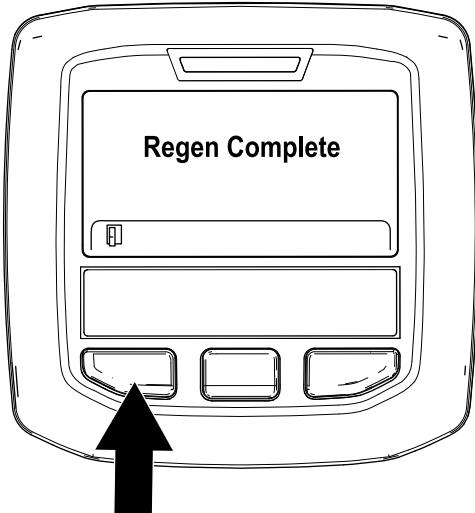

図 56
9. 駐車再生が終了すると、インフォセンターに Regen Complete と表示される。左ボタンを押してホーム画面に戻る図 56。